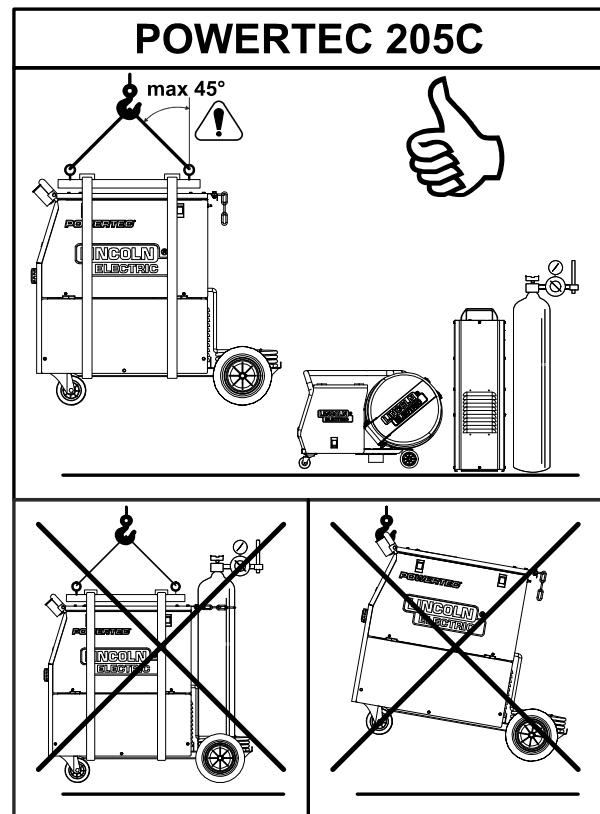

Abb. 20.
Für sicheren Transport und Anheben des POWERTEC® 205C (siehe Abb. 20):
- Zum Anheben und Tragen des Geräts Ausrüstung mit angemessener Kapazität verwenden. Verwenden Sie eine Traverse und mindestens zwei Gurte wie in Abb. 20.
- Last axial in einem 45° Winkel wie in Abb. 20 anbringen.